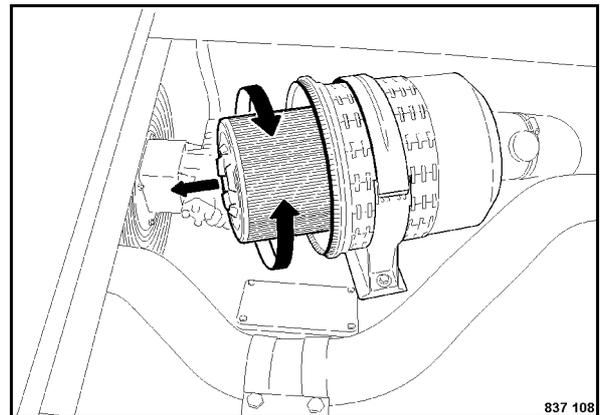

Fig. 221
- Sfilare l'elemento filtrante principale (Fig. 221) girandolo leggermente.